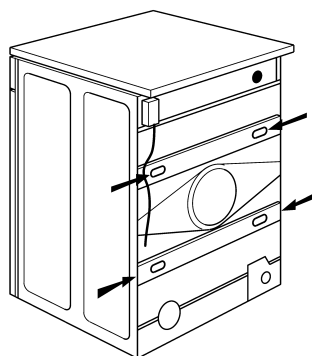

Fig. 2
1. Solte os parafusos com a ferramenta fornecida (Fig. 2).